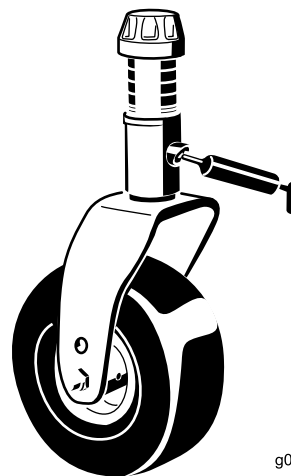

Figura 39
- Boccole (2) dell'asse della forcella delle ruote orientabili (Figura 39)